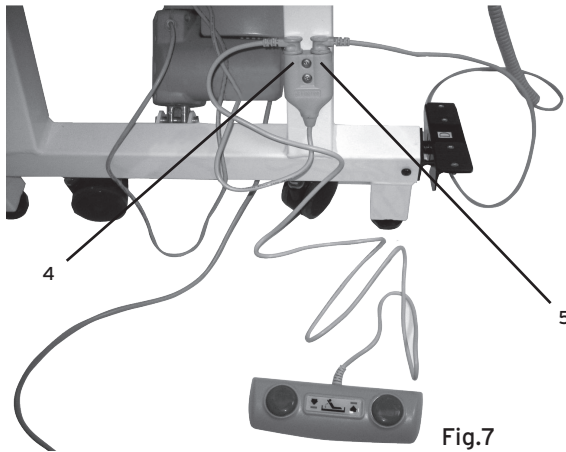

Fig.7
- Collegare il connettore del telecomando ad uno dei due ingressi sull'adattatore e quello del comando a pedale sull'altro (Fig.7). Sono intercambiabili